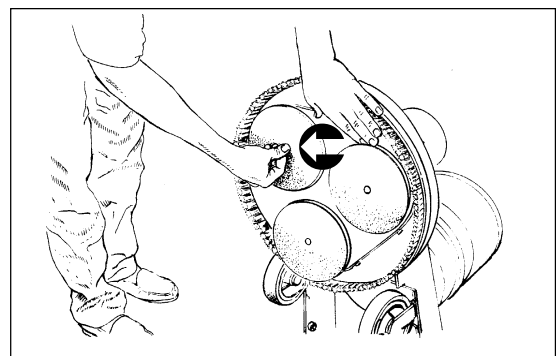

Рисунок 15
- г.) Чтобы снять уже имеющуюся бумагу или фильтр /полировальник, станьте сбоку машины и потяните с одной стороны. Фильтр может быть прикреплен пластмассовой кнопкой, которую необходимо снять, перед тем как снимать фильтр. (См. рисунок 15)